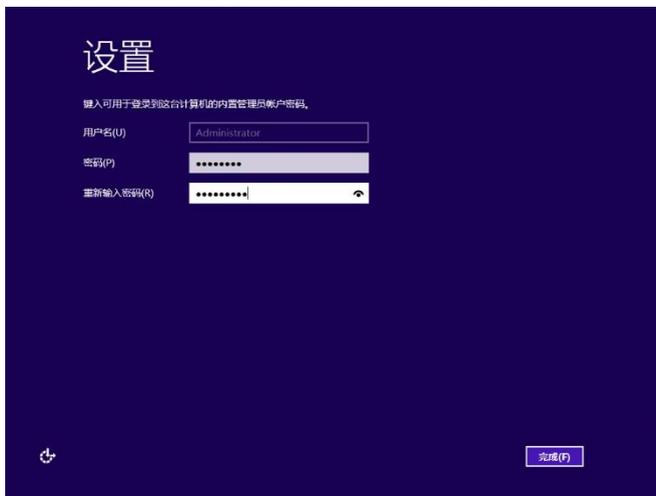

图 6-15
p. 进行首次登录的密码设置，请单击完成。如图 6-15 所示。